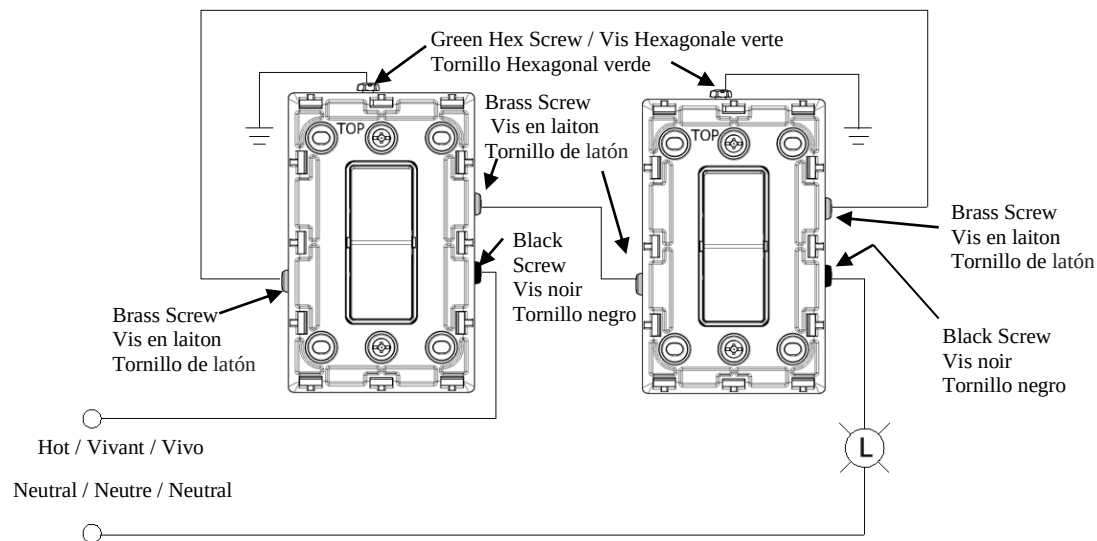

Fig. 3
- ◆ Pour câbler ce dispositif en tant qu'interrupteur à trois voies, consulter la Fig. 3.
- ◆ To wire this device as 3-way Switch, see Fig 3.
- ◆ Para cablear el dispositivo como interruptor de 3 vías, ver Fig 3.